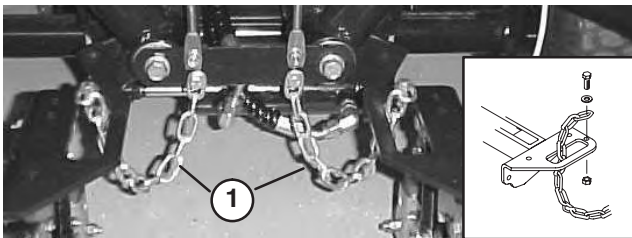

Bild 17
- Verlegen Sie eine Kippkette durch den Schlitz am Ende jedes Trägerrahmens. Befestigen Sie die Kippkette mit einer Kopfschraube, einer Scheibe und einer Sicherungsmutter oben am Trägerrahmen (Bild 17).